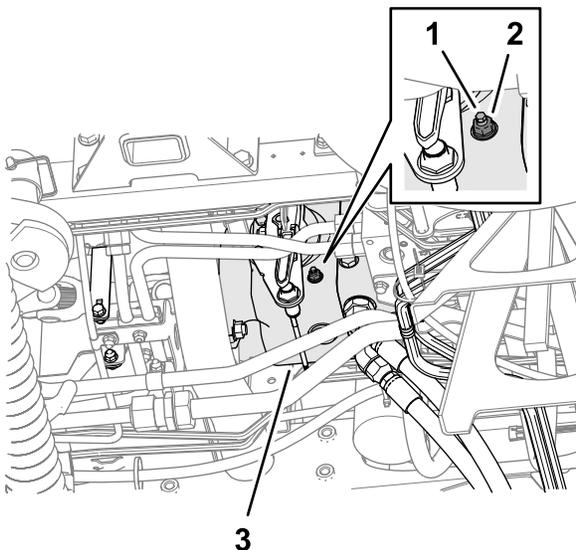

Рисунок 90
3. С нижней части машины и с правой стороны тягового насоса ослабьте контргайку, которая крепит винт регулировки возврата в нейтральное положение (Рисунок 90).